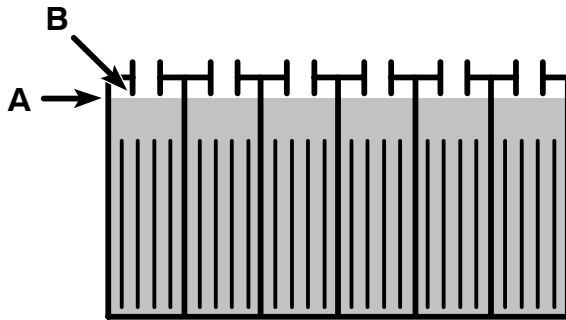

FIG. 24
7. Après le chargement, vérifiez à nouveau le niveau d'électrolyte (A). Le niveau doit se trouver environ à 1 cm (3/8") du bord inférieur de l'orifice de remplissage (B) (Figure 24). Ajoutez de l'eau distillée si nécessaire. **NE REMPLISSEZ PAS TROP.**